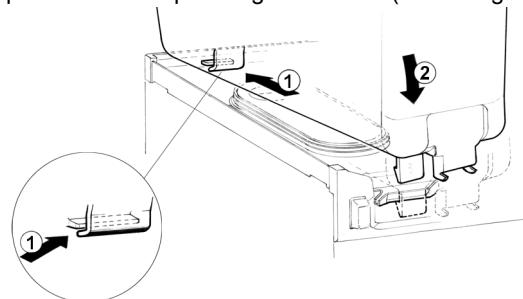

figura 8
- 5** Montare il contenitore sul distributore. Per facilitare l'operazione bagnare con acqua la guarnizione. Assicurarsi che il fermo posteriore della vasca risulti inserito nella apposita sede del piano sgocciolatoio. (vedere figura 8)